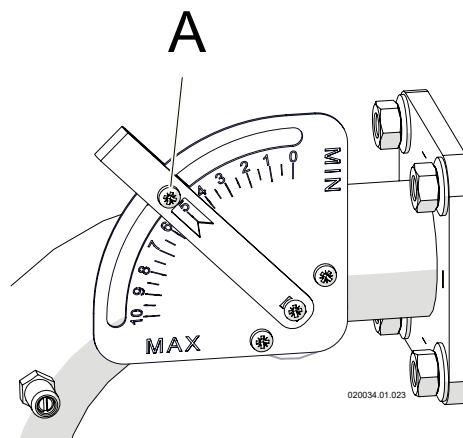

Figura 6-5 - Regolatore CO₂ alla massima potenza
- 8.- se il valore misurato si discosta dal valore letto, occorre riportarlo all'interno del valore dato nella tabella di Figura 6-3. Operare sul regolatore di CO₂ alla potenza massima ("A" di Figura 6-5).
- 9.- una volta terminato il controllo sigillare con vernice rossa o sistema equivalente la vite "A" del regolatore CO₂ (Figura 6-5) per scoraggiarne la manomissione;